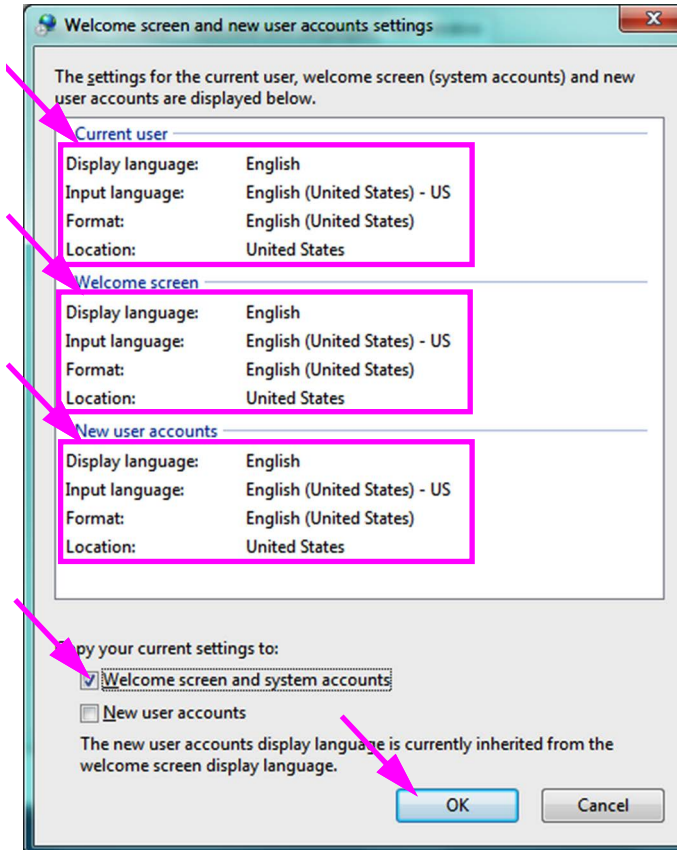

Figure C-17. Écran Welcome screen and new user account settings (Écran d'accueil et nouveaux paramètres de comptes d'utilisateurs)
8. La fenêtre **Welcome screen and new user account settings** (Écran d'accueil et nouveaux paramètres de comptes d'utilisateurs) s'affiche (cf. Figure C-17).
9. Vérifiez que les champs **Format** correspondent à la langue sélectionnée dans la Section C.4.1, et que les champs **Input Language (Langue d'entrée)** correspondent à la langue sélectionnée dans la Section C.4.2 (cf. Figure C-17).